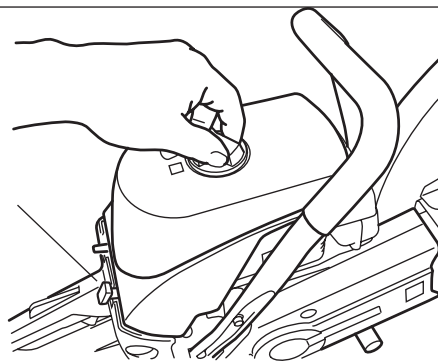

Figura 12
2. Desatornille el botón de la tapa del filtro y retire la tapa. Ver la Figura 12.